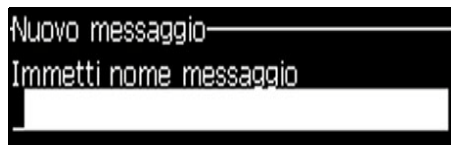

Figura 5-4: Finestra di dialogo New Message (nuovo messaggio)
- 2 Selezionare *New Message* (Nuovo messaggio). A questo punto, appare la finestra di dialogo *Nuovo messaggio* (vedi Figura 5-4).